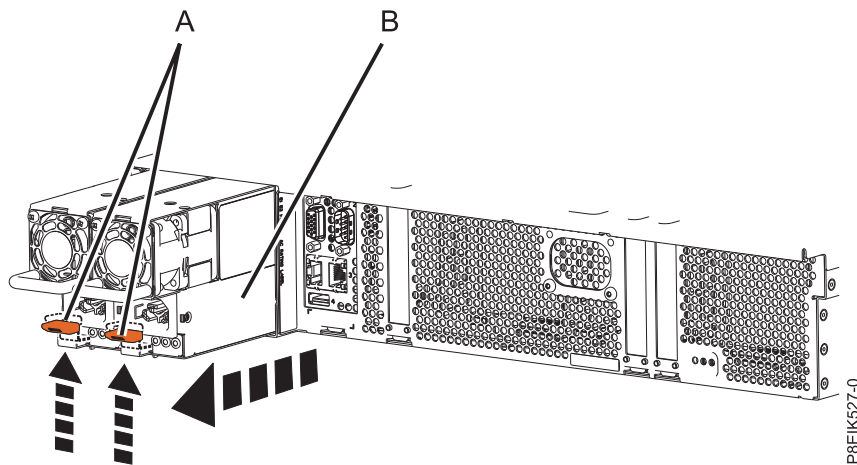

Figure 45. Retrait d'un bloc d'alimentation du système
- a. Pour dégager un bloc d'alimentation de son logement dans le système, tirez le loquet ocre (A) vers le haut. Voir figure 45.
- b. D'une main, saisissez la poignée du bloc d'alimentation (B) et sortez-le partiellement du système.